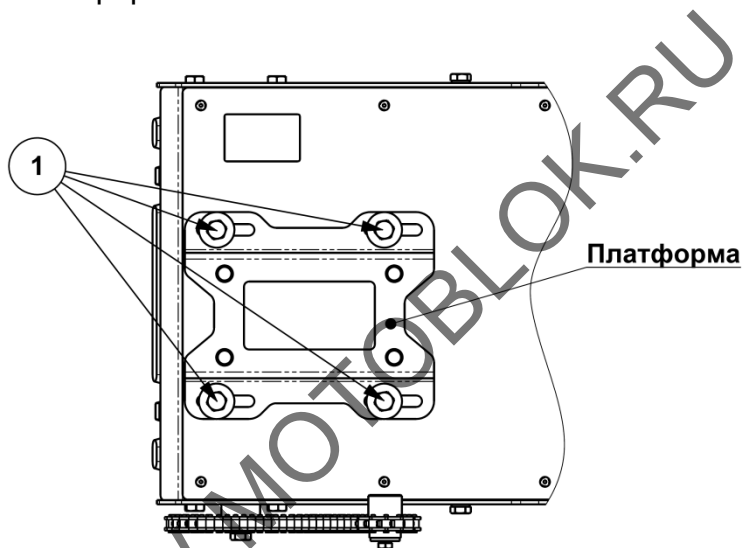

Рис.4 Способ натяжения цепи
- Для натяжения цепи ослабьте четыре болта (Рис.4, поз.1) крепления платформы к раме мотобуксировщика.
- Затяните четыре болта (Рис.4, поз.1) крепления платформы.